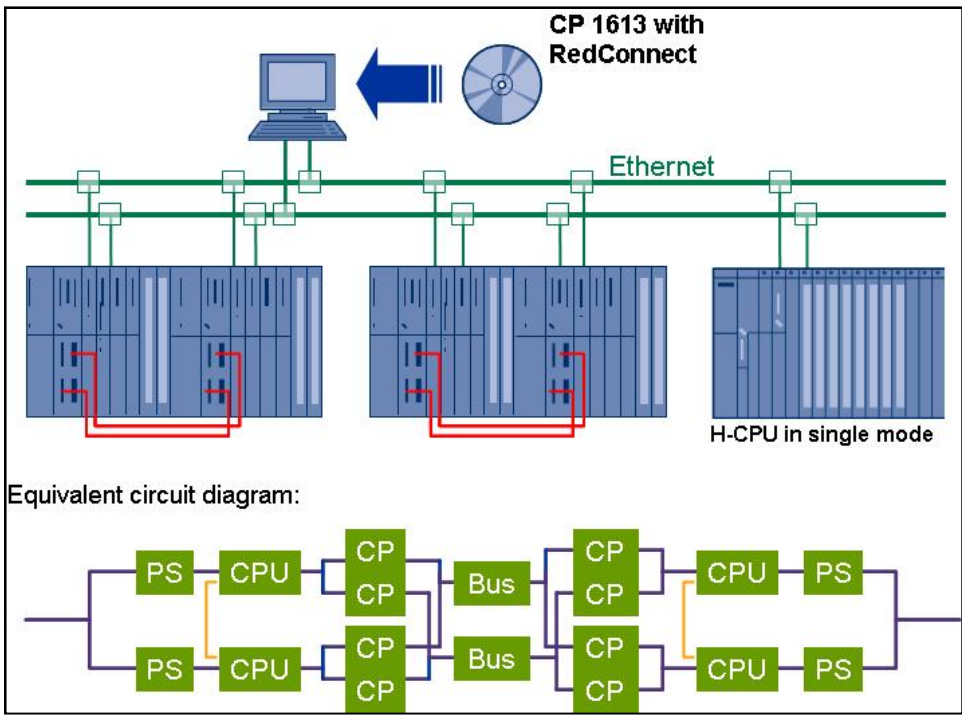

图 3-2 H 系统双以太网结构(二)
(2)在 H 系统的每个机架上分别插入 2 块 CP443-1 组成双以太网，如图 3-2 所示：